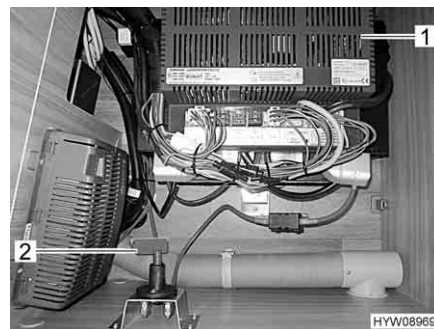

Fig. 12 Interruttore principale per il sistema di manovra, ubicazione
- L'interruttore principale (Fig. 12,2) si trova in uno dei cassoni letto, vicino all'apparecchio per l'alimentazione elettrica (Fig. 12,1).